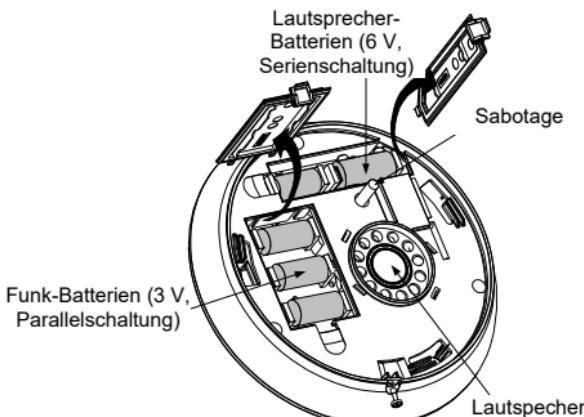

Fig. 3
5. Legen Sie die mitgelieferten Batterien in die Batteriefächer (Lautsprecher und Funk) ein und achten Sie dabei auf die korrekte Polarität (Abb. 3).
4. Legen Sie zwei Lautsprecher-Batterien in das Batteriefach ein (Abb. 3).
Stromversorgung	5 x CR 123, 3-V-Lithiumbatterie (3 Batterien für den Funk-Transceiver, 2 Batterien für den Lautsprecher (siehe Abbildung 3 auf Seite 4)